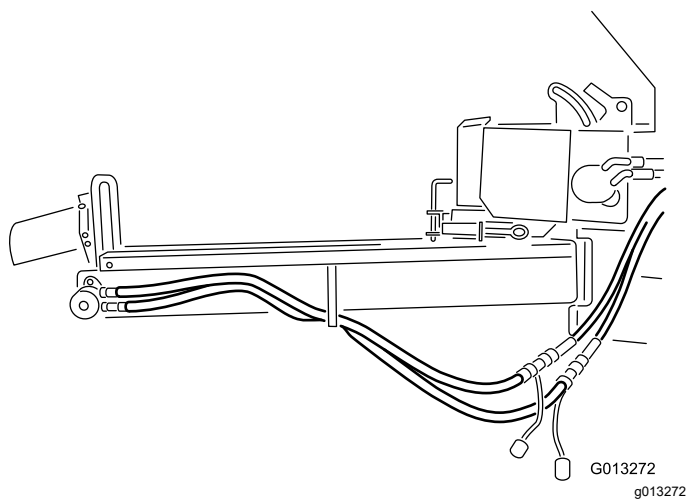

Figure 9
11. Raccordez les flexibles comme montré à la Figure 9.